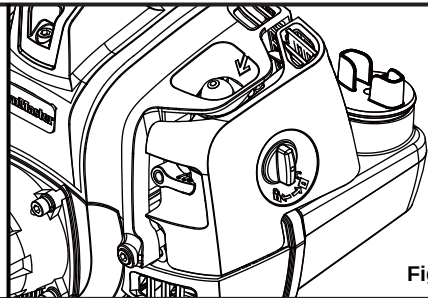

Fig. 32
- Reinstale la tapa del filtro de aire asegurándose de que el filtro esté completamente cubierto (Fig. 32).